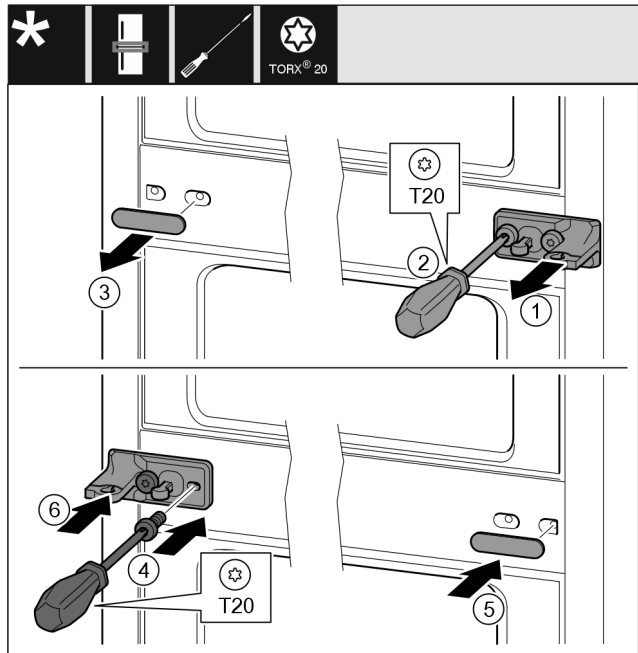

Fig. 29
- ▶ Retirer la rondelle Fig. 29 (1).
- ▶ Retirer les vis Fig. 29 (2) avec un tournevis.
- ▶ Retirer le cache Fig. 29 (3) avec précaution.
- ▶ Visser fermement le support de palier avec film Fig. 29 (4) tourné de 180° de l'autre côté.
- ▶ Installer le cache Fig. 29 (5) tourné de 180° de l'autre côté.
- ▶ Insérer la rondelle Fig. 29 (6).